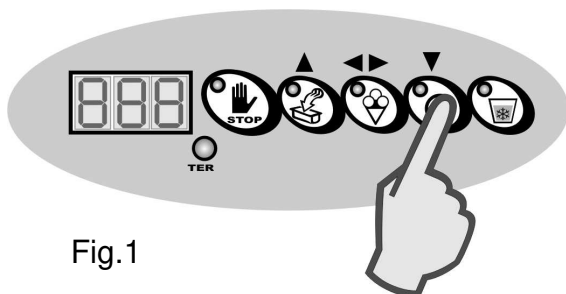

Fig.1
- Con ciclo in atto, premere nuovamente il tasto CICLO SEMIAUTOMATICO A TEMPO (fig.1).